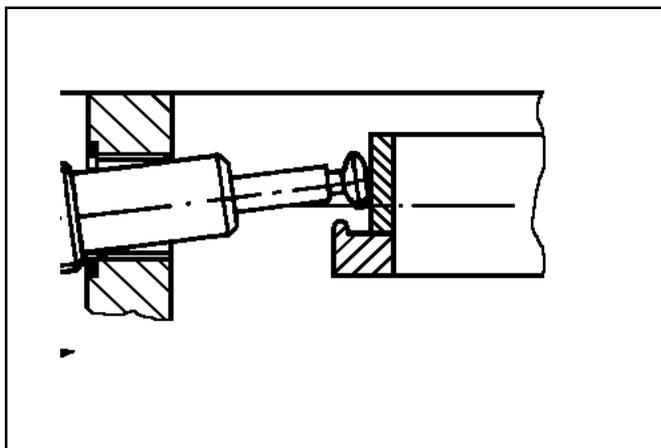

Abb. 5 - Pumpenelement einführen
- \* Element nach oben richten (siehe Abb.5) und dann den Förderkolben aus der Nut des Exzenterringes herausheben
- \* Pumpenelement nach oben richten (siehe Abb. 5) und dann den Förderkolben aus der Nut des Exzenterringes herausheben